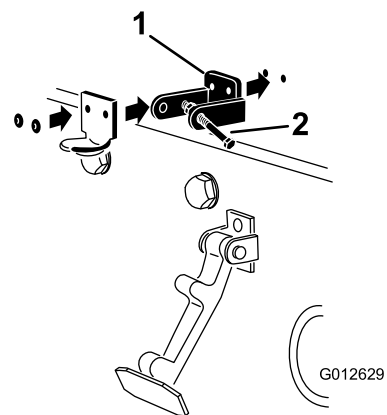

图 14
注意 锁定支架必须紧贴机罩 (图 14)。不要从锁定支架臂卸下螺栓和螺母。
5. 用铆钉将支架和垫圈铆定到机罩 (图 14)。